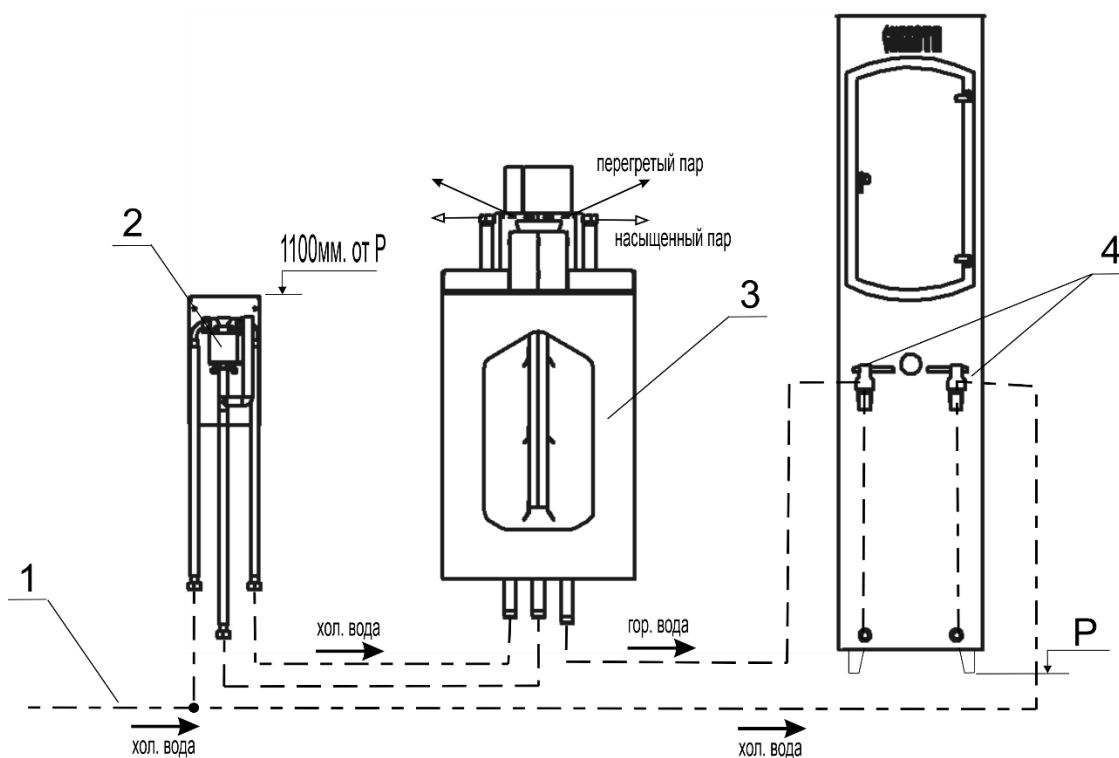

Рис.10 Схема системы подачи холодной, горячей воды и устройства автоматического поддержания уровня воды в баке
Система подачи холодной, горячей воды и устройства автоматического поддержания уровня воды в баке состоит из клапана поз.2 рис.10, соединенного с баком для воды поз.3 рис.10, трубопроводов и водоразборных кранов поз.4 рис.10. В трубопровод холодной воды поз.1 рис.10 подается холодная вода из магистрального водопровода или накопительного бака. Разбор горячей и холодной воды осуществляется через краны.
2.3.5. Закрепить на стене блок регулирования уровня воды. Блок допускается устанавливать, как в парильном помещении, так и в смежных помещениях. При этом следует минимизировать длину шлангов и трубок, соединяющих блок с печью. К месту установки блока должен быть подведен магистральный водопровод. Высотная отметка расположения блока относительно горизонтальной плоскости установки печи указана на рис.10.